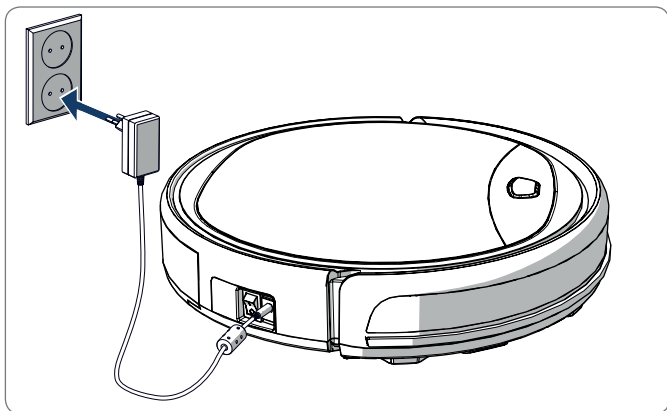

Figura 11 - Operazione di ricarica del robot con l'adattatore di alimentazione
- Collegando l'adattatore di alimentazione direttamente al robot. A tal proposito, inserire l'adattatore nel robot e introdurre l'altra estremità in una presa di corrente (cfr. Figura 11).